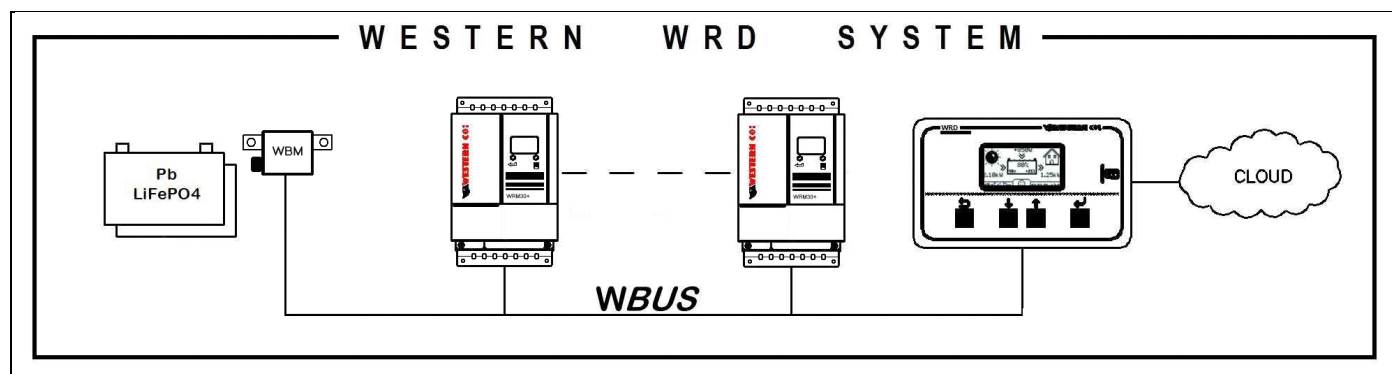

Fig. 3 Esquema de ejemplo del WESTERN WRD SYSTEM
- 2) Espera (~30 s) hasta que en el display desaparezca la animación dentro del icono de batería (fig. 3 - indicador corriente de recarga)